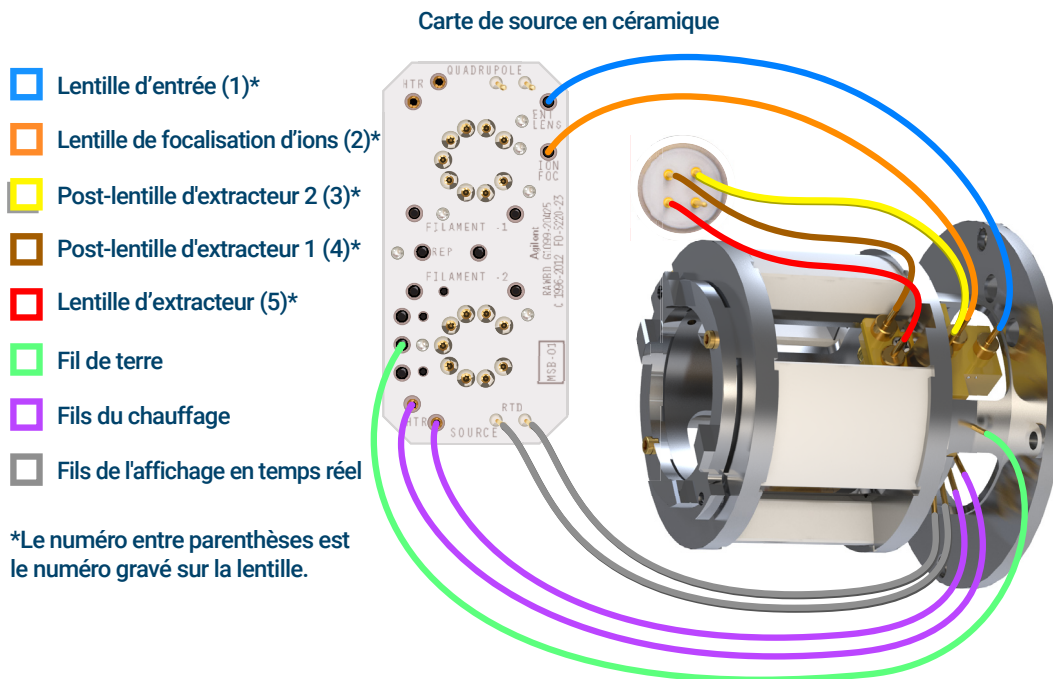

Figure 68 Câblage reliant la carte de source en céramique/connecteur traversant et le radiateur de la source EI HES
- 1 Utiliser des brucelles ou des pinces à bec effilé pour brancher/débrancher le fil vert de terre et les 5 fils de lentille du radiateur. Ne pas plier les fils plus que nécessaire. (Voir **Figure 68**.)